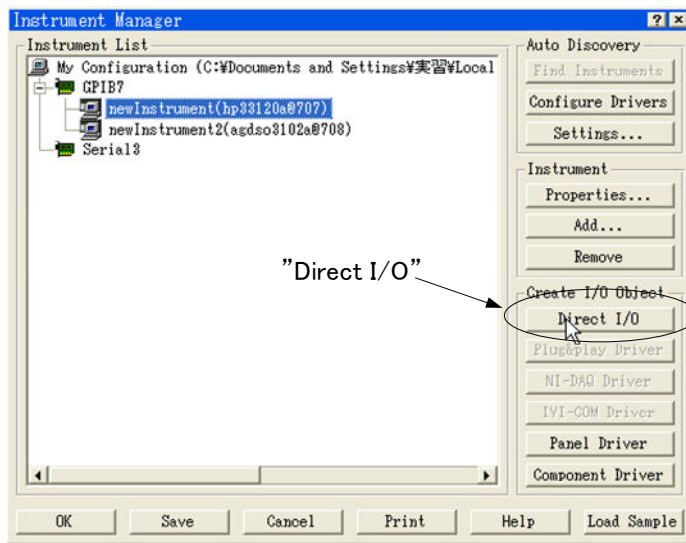

図5-3 Instrument Manager
- (2) 図5-3のようにファンクションジェネレータを選択し(青くなる)、“Direct I/O”ボタンをクリックする。